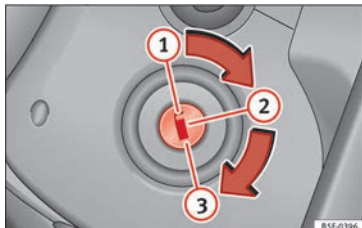

Fig. 191 Posizioni della chiave di accensione.
Se il motore non si mette in moto immediatamente, interrompere la procedura di avvio e riprovare trascorsi 30 secondi. Per avviare nuovamente il motore, riportare la chiave in posizione » **fig. 191 1**.
- Girare la chiave fino alla posizione **»» fig. 191 ①**.
- Estrarre la chiave di accensione dalla posizione **»» fig. 191 ①** ⚠.